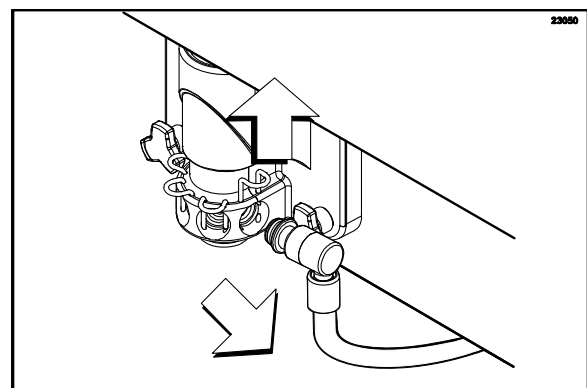

Abbildung 46
4. Sirupventil vom Frontverschluss abnehmen. Den Sirupventilhalter anheben und das Ventil gerade herausziehen. (Siehe Abbildung 46.)